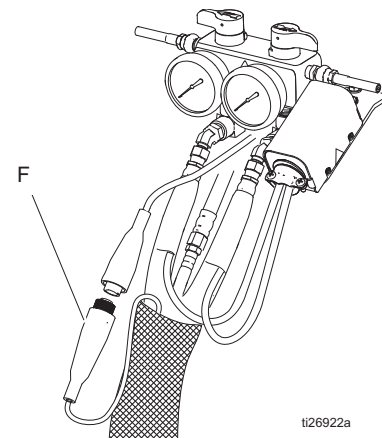

図 9. 加熱ホース
3. Reactor の FTS ケーブル (F) を外します。図 9 を参照してください。